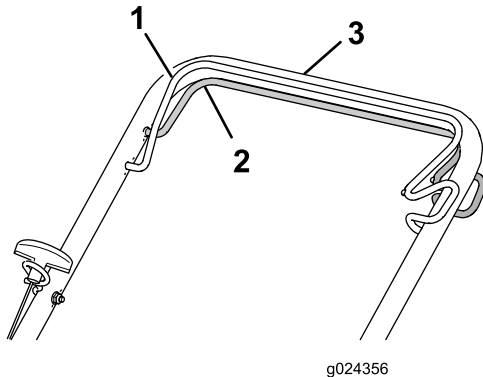

Bild 14
- **Einkuppeln des Selbstantriebs:** Halten Sie den Selbstantriebsbügel gegen den Bügel (Bild 14).